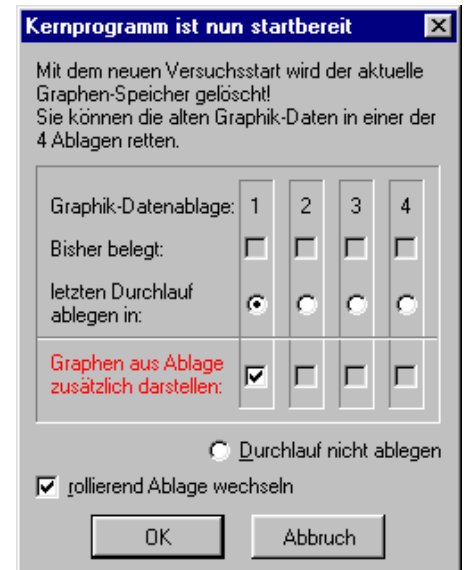

Abb. 1.13
*Für PAKMA- Projekte, die die einschließlich Version 2.7 ohne Ablauf-Taste konzipiert wurden, war eine simplere Möglichkeit vorgesehen, die Graphen von verschiedenen Durchläufen auf dem selben Bildschirm zu vergleichen. Ist der Unterpunkt **Dialog für Graphenablage** des Menüpunktes **Prog-Lauf** aktiviert, erscheint bei jedem erneuten Start das Fenster, das in Abb. 1.13 zu sehen ist. Damit können die Daten der Graphen des letzten Durchlaufs in dafür vorgesehene Ablagen gespeichert werden. Zusätzlich zur Ablage der Graphendaten, kann man entscheiden, ob diejenigen Graphen, die sich bereits in einer Ablage befinden, zusätzlich zu den neu erstellten Graphen ausgegeben werden sollen.*